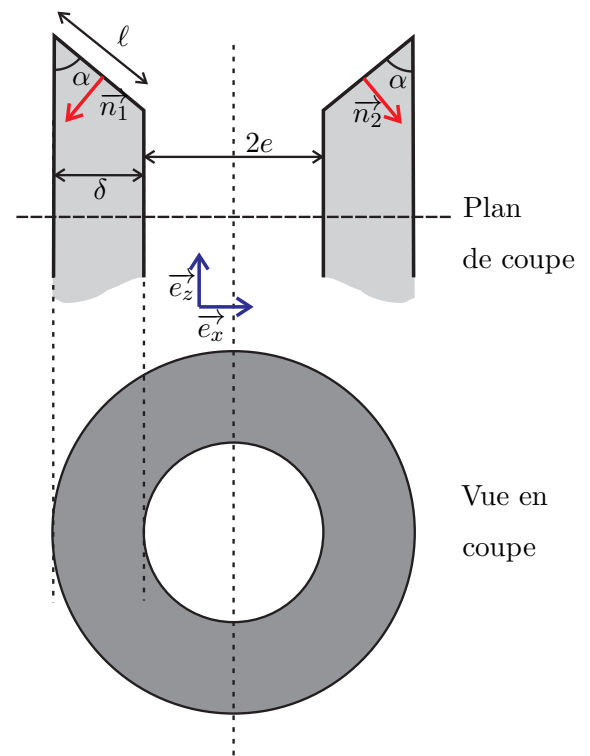

Figure 11 – Force de pression équivalente exercée sur le piston par l'étage à haute pression
Dans le compartiment haute pression, les forces de pression qui s'exercent sur le piston s'appliquent suivant les différentes surfaces du piston en trait noir sur la figure 11. On suppose, pour étudier la résultante de ces forces, que le piston est plongé dans une zone où règne une pression uniforme notée P_H .
12.2. On s'intéresse maintenant aux forces de pression appliquées sur les surfaces obliques. Exprimer la somme des vecteurs unitaires $\vec{n}_1 + \vec{n}_2$ en fonction de $\vec{e}_z$ et de l'angle α . Montrer que la résultante des forces de pression élémentaires exercées sur des éléments de surface diamétralement opposés est dirigée vers le bas suivant le vecteur $-\vec{e}_z$. Etablir la relation entre l'angle α et les longueurs ℓ et δ . En déduire que la résultante de ces forces, notée $\vec{F}_o$, est verticale et équivalente à la force de pression qui serait exercée par la pression P_H sur la couronne représentée sur la figure 11. Calculer la surface de cette couronne Φ_C en fonction de e , R et D , et exprimer F_o en fonction de P_H et Φ_C puis de P_H , D , R et e .